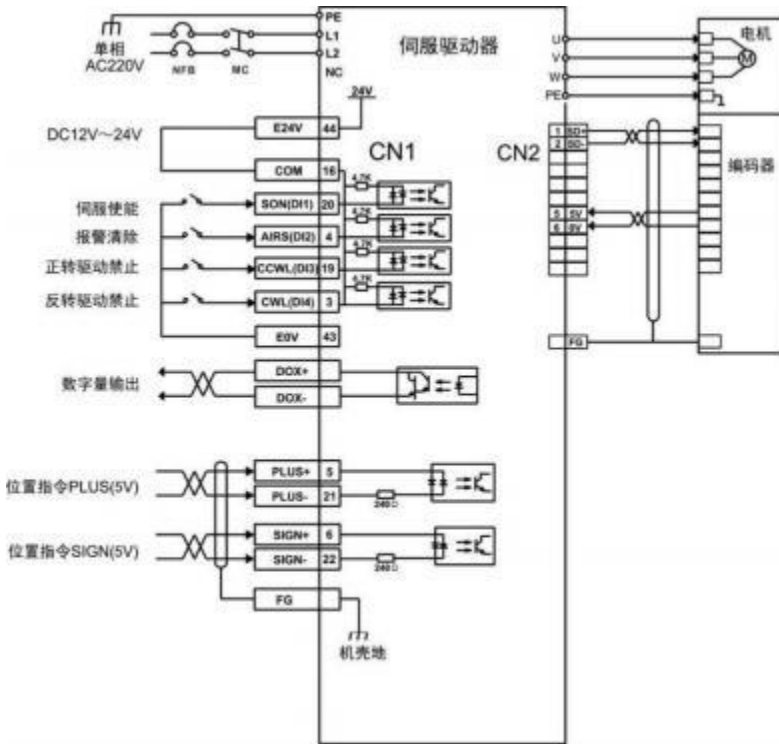

图5.2 位置模式接线图
- 3) 参考图5.2配线说明连接CN1端子中的脉冲方向输入和脉冲指令输入以及所需的DI/DO信号，如同伺服使能，报警清除，定位完成信号等。 4) 进行位置模式相关设定。根据实际情况设置所用到的DI/DO。